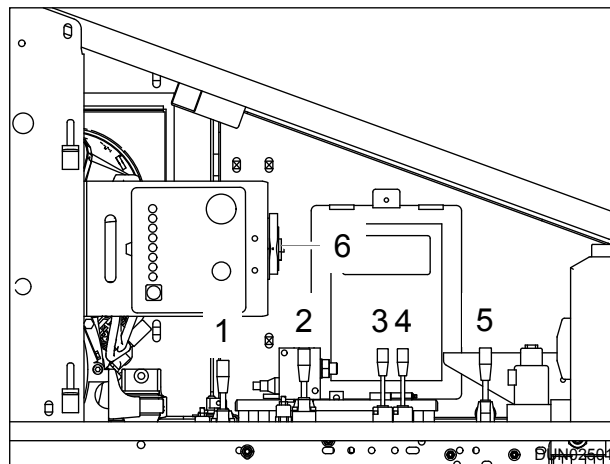
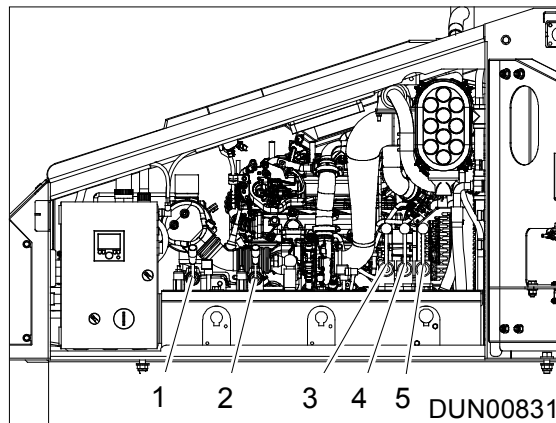

Figure 5.1 - Tier 3 bedieningspaneel
Figure 5.2 - Tier 4 bedieningspaneel
3. Verlaag het toerental langzaam tot het minimum met de gasklep (item 6: zie afb. 5.1) of zet de schakelaar van het toerental op het bedieningspaneel van de Tier 4 op laag, raadpleeg (zie afb. 5.2). Stop de motor niet.